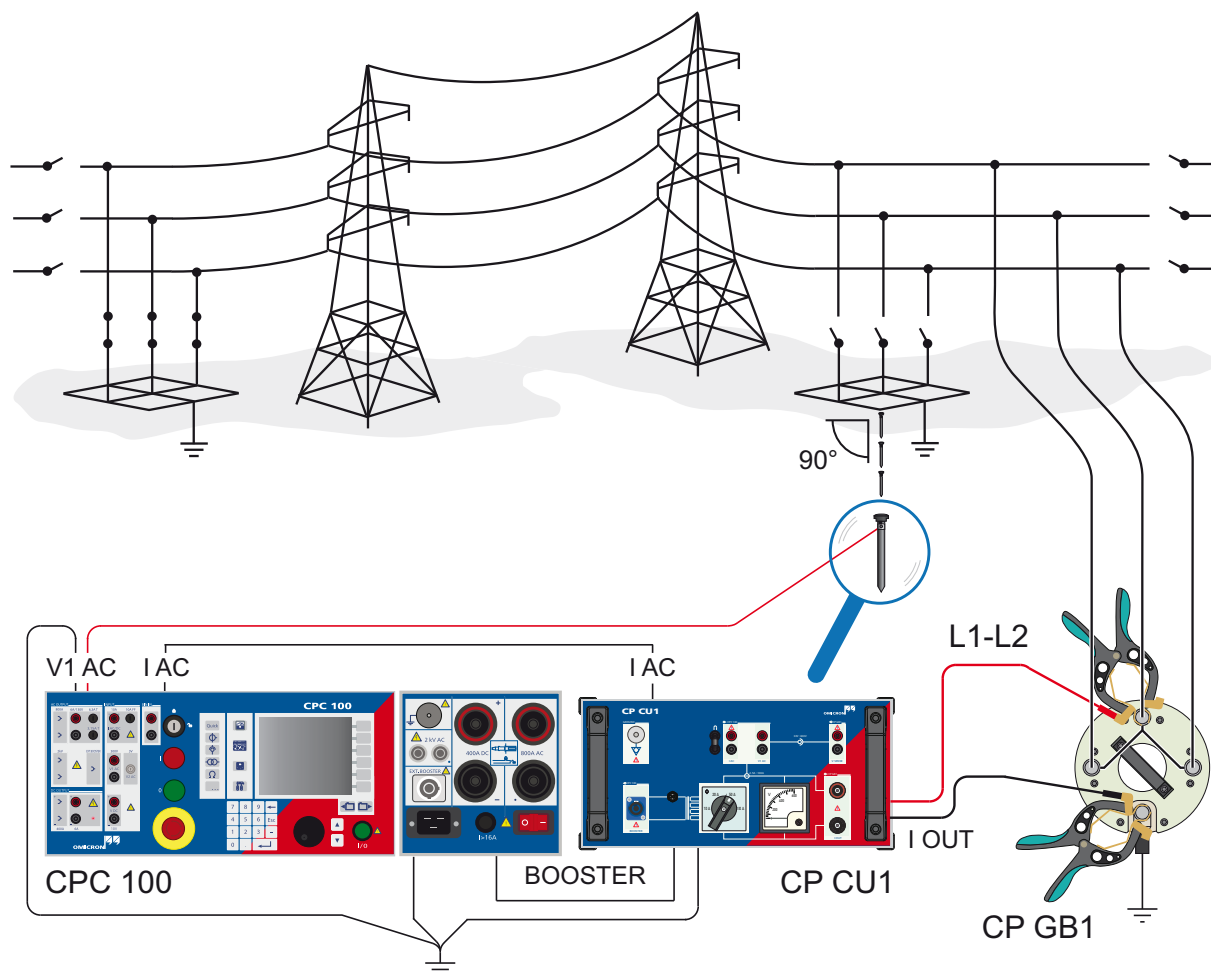
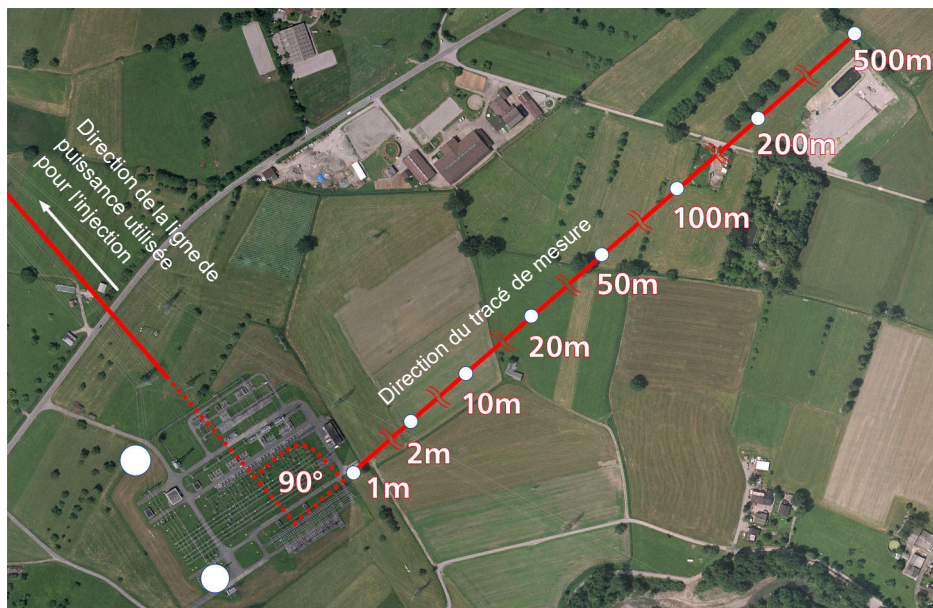

Figure 5-5: Montage de mesure de l'impédance du réseau de terre
Figure 5-6: Direction du tracé de mesure
2. Si le critère 3 est satisfait, réaliser le montage de mesure comme illustré à la figure 5-5 ci-dessous.
3. Suivre les exemples de la Figure 5-5: page 55 que de la Figure 5-6: page 56, en connectant la fiche noire de l'entrée V1 AC à une section raccordée à la terre quelconque du poste et la fiche rouge au piquet de terre, utilisé comme électrode de test.